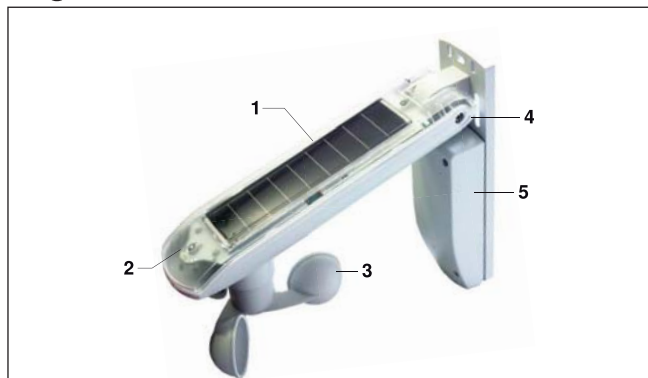

Abb. 1 EWFS Wetterstation eco
- Das Gerät ist so zu montieren, dass das Windrad möglichst waagrecht steht (Gehäuseneigung  $15^\circ$ ). Zur Montage an schrägen Flächen kann es mit Hilfe des Gelenks (Abb. 1) waagrecht eingerichtet werden.